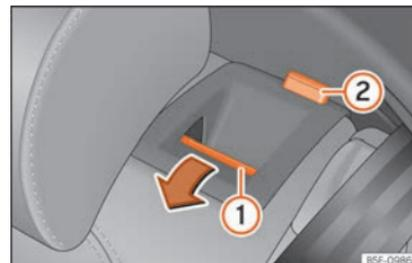

Abb. 163 In der Rückenlehne des Rücksitzes: Entriegelungstaste **①**; rote Markierung **②**.
- Ziehen Sie die Entriegelungstaste » **Abb. 163** **①** in Pfeilrichtung und klappen Sie gleichzeitig die Lehne vor.
- Die Rücksitzlehne ist entriegelt, wenn die rote Markierung des Tasters **②** sichtbar ist.
Die Rücksitzlehne ist entriegelt, wenn die rote Markierung des Tasters » » » **Abb. 163** **2** sichtbar ist.